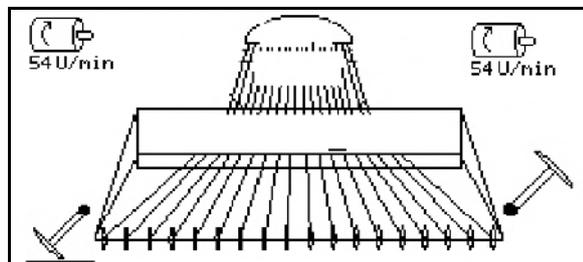

Fig. 36
- La dosificación previa proporciona semillas a las reja para un tiempo de funcionamiento predeterminado (Fig. 36).